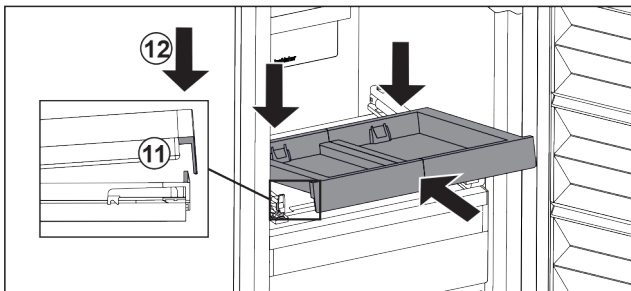

Fig. 22
- ▶ Schräg einschieben. Darauf achten, dass auf beiden Seiten der Anschlag hinter der Lasche ist. Fig. 22 (11)
- ▶ Auszugsbord vorne absetzen. Fig. 22 (12)